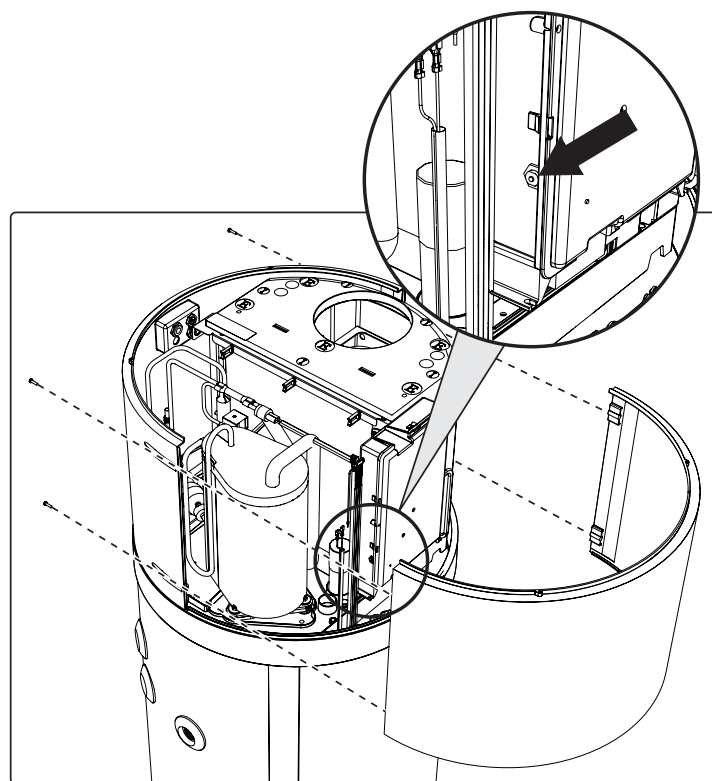

fig. 46 - Rimozione pannello frontale
- Rimuovere il pannello frontale e ripristinare manualmente il termostato di sicurezza intervenuto (fig. 46). In caso di inter-